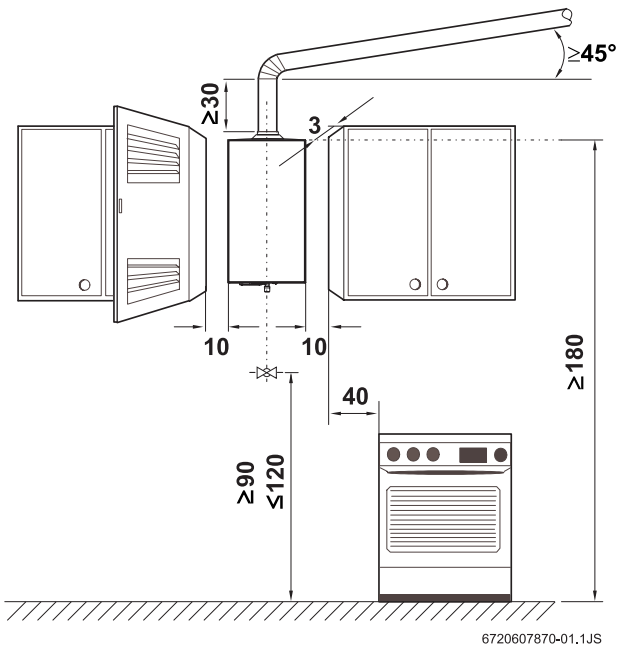

Fig. 5 Separaciones mínimas
- Asegurar la accesibilidad en los trabajos de mantenimiento respetando las separaciones mínimas indicadas en la Fig. 5.